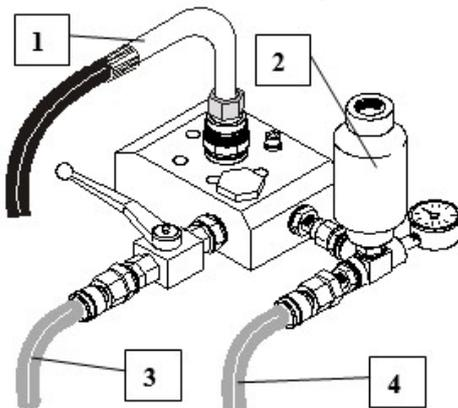

Fig.27
4) **NUNCA retire** las mangueras cuando la máquina esté funcionando (Fig.27).